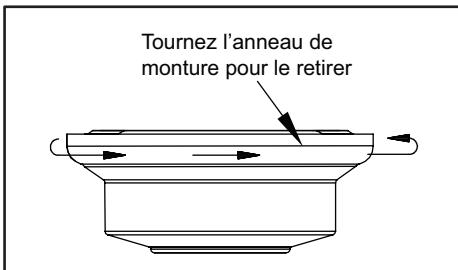

Figure 5
1. Retirez l'anneau de monture de la monture en le tournant dans le sens antihoraire jusqu'à ce qu'il soit déverrouillé. (Figure 5)